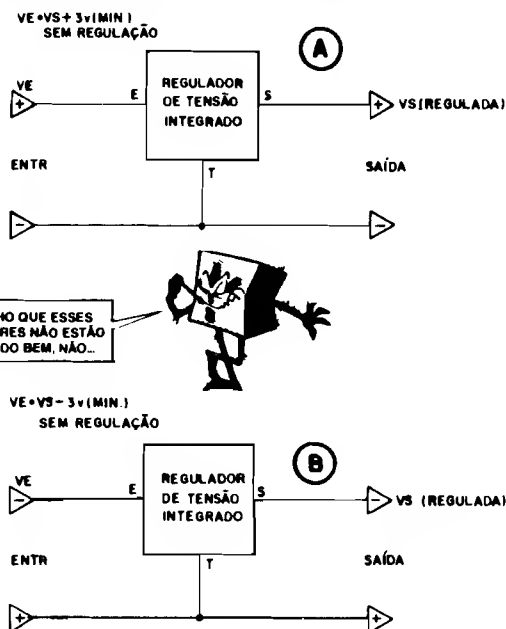

Fig.9
- **FIG. 9 - REGULADORES DE TENSÃO** - É um importante grupo dentro da "raça" dos LINEARES, com intensas aplicações práticas em circuitos e montagens as mais diversas... "Lá dentro", eles não passam de amplificadores de alta potência relativa, dotados de auto-programação do nível de Tensão de Saída que é fixado através de rígidos parâmetros (inclusive pela presença de diodos zener na malha circuital interna do Integrado...). Basicamente são dotados de apenas três terminais: "T" (terra), "E" (entrada) e "S" (saída). Ao terminal "E" aplicamos a Tensão "bruta", a ser estabilizada e regulada pelo Integrado. No terminal "S" recolhemos a Tensão já "fixada" automaticamente no valor correspondente ao código do Integrado... Existem Integrados desse tipo para regulagem de Tensões **positivas** ou **negativas** (diagramas respectivos em 9-A e 9-B...). Pelas suas especiais características, os Integrados Reguladores de Tensão se prestam à utilização nos setores das Fontes de Alimen-